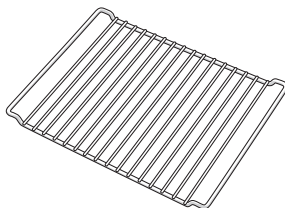

Fig. 3
1. Rimuovere le griglie porta accessori laterali (Fig. 3).
Griglia (Fig. 3)